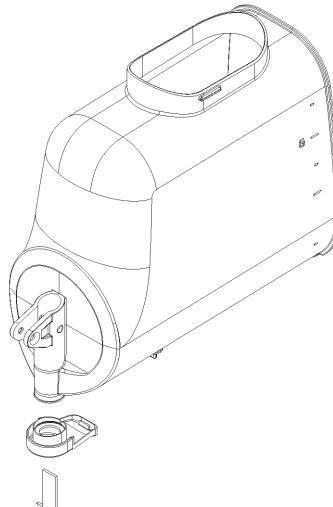

figura 12
- sacar del recipiente el restrictor de flujo (ver figura 12);
- 7 Sacar del recipiente el restrictor de flujo (ver figura 12).
- 5** Sacar del recipiente el restrictor de flujo (ver figura 12).